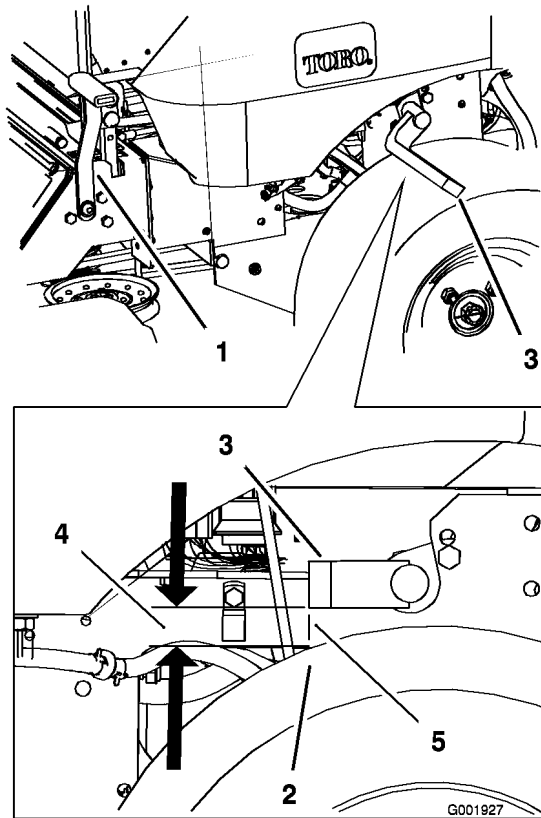

Figure 47
5. Retirez la goupille fendue de la timonerie de freins (Figure 47).
7. Mesurez verticalement la distance qui sépare l'avant de la barre de freinage et la bande de roulement ; elle doit être de 22 à 25 mm. (Figure 47).
9. Serrez le frein de stationnement, le levier relevé, et vérifiez que la barre de freinage vient toucher le pneu (Figure 47).
10. Mesurez la longueur du ressort ; les rondelles doivent être distantes de 74 mm (Figure 47).